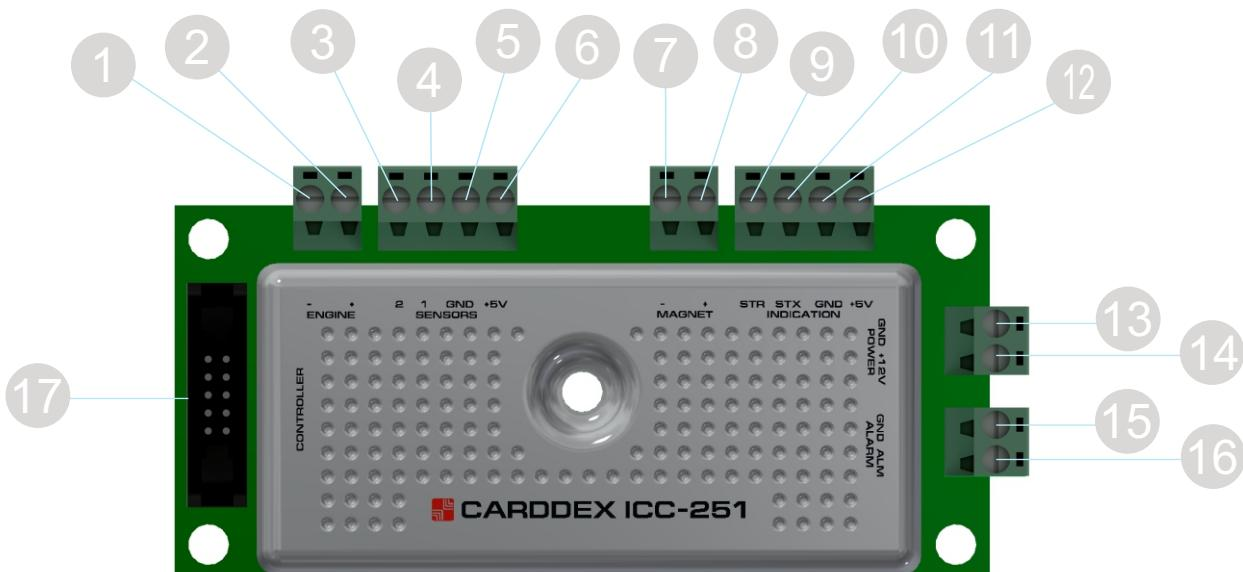

Рисунок 6 – Модуль управления «ICC-251»
- 3 Разъем «TURNSTILE». Служит для подключения модуля управления «ICC-251» (Рис. 6).
Рассмотрим разъемы, расположенные на плате модуля «ICC-251» (Рис. 6):